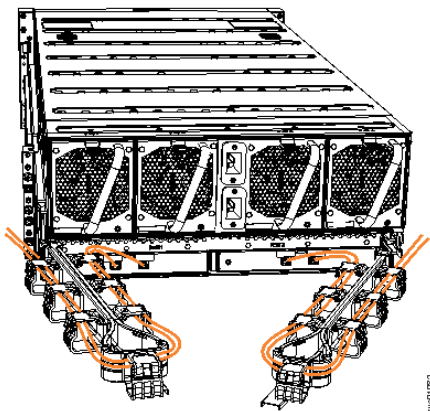

Figura 99. Exemplo de cabos SAS encaminhados por meio dos suportes para organização de cabos
8. Roteie os cabos SAS por meio dos suportes para organização de cabos, conforme descrito em Figura 99 na página 85.